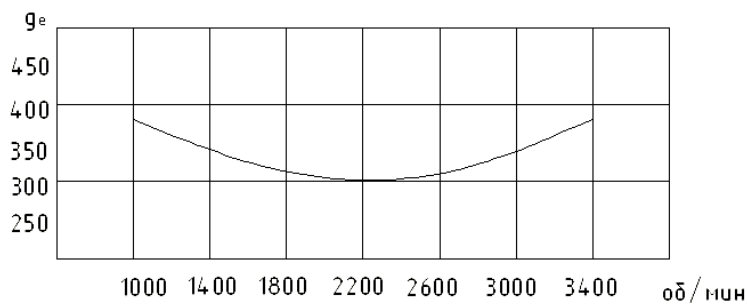

Рис. 5. График удельного расхода топлива двигателем.
69. По графику удельного расхода топлива двигателем (рис. 5) найти, сколько литров топлива израсходует автомобиль на участке в 24 км при движении на прямой передаче со скоростью 55 км/ч. Удельный вес бензина